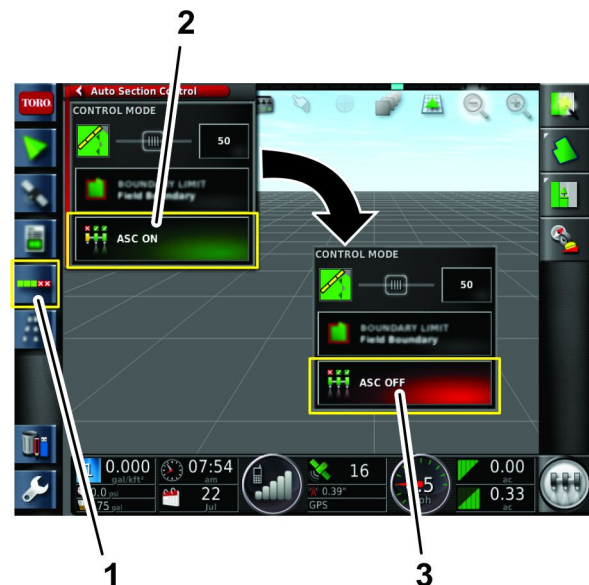

Figura 176
1. Abra el icono ASC (controlador automático de secciones) (Figura 176).
2. Pulse el icono ASC a DESACTIVADO (Figura 176).